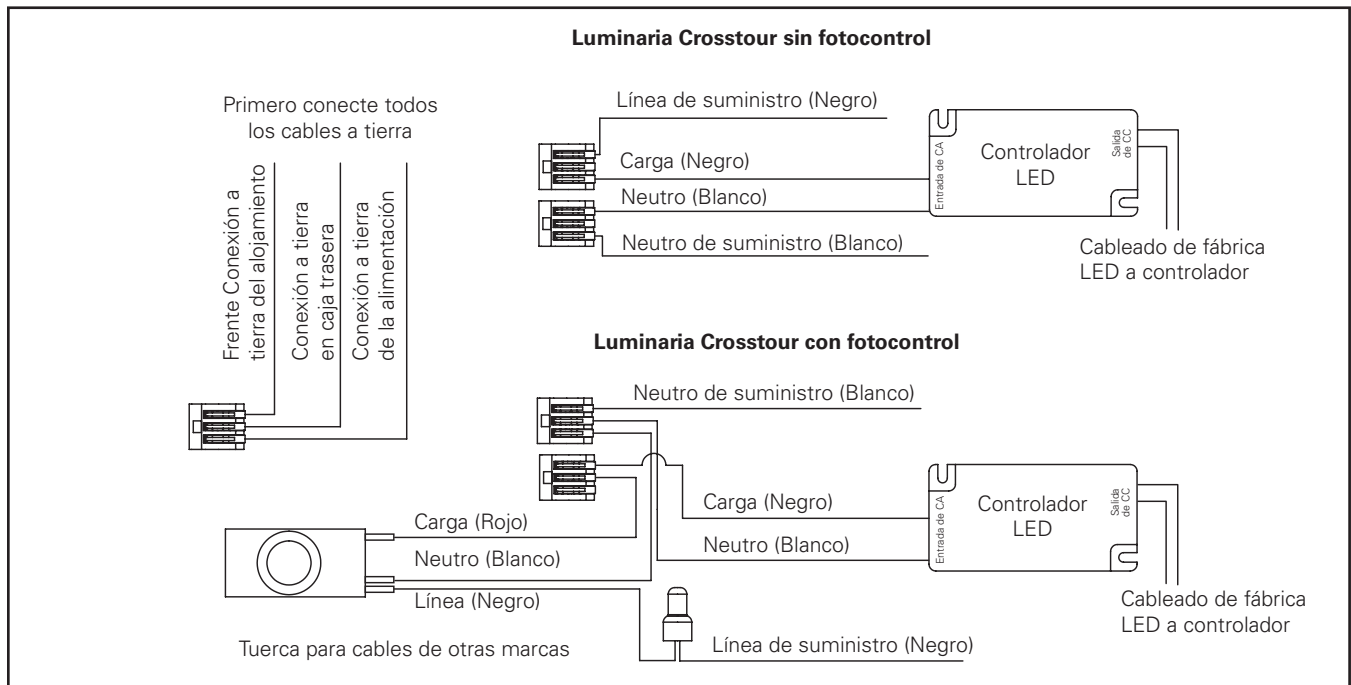
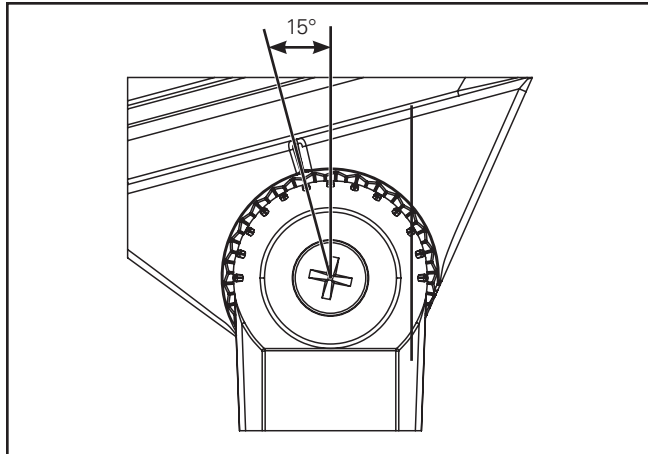

Figura 4.
Figura 5.
5. Realice las conexiones de cables entre los conectores de codo y los conectores de la luminaria Crosstour (Figura 4). Vuelva a colocar la puerta en el alojamiento y ajústela hasta 15-20 in-lb. Una el visor opcional y el protector contra impactos. (Figura 5.)